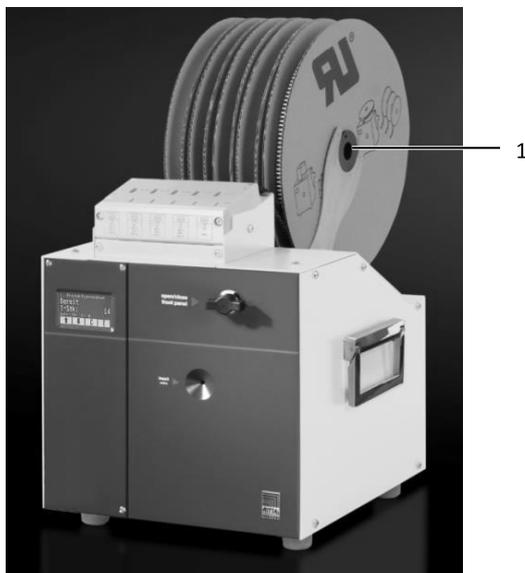

Imagen 6: Posición del rollo de punteras
- Inserte los rollos de punteras (imagen 6, pos. 1) de forma que puedan desenrollarse de abajo hacia delante.